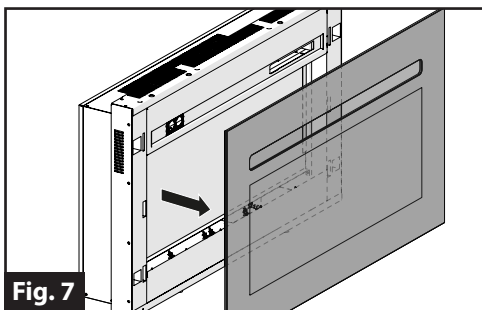

Fig. 7
4. Levante para quitar la cubierta de vidrio de la unidad y déjela a un lado. (Fig. 7)